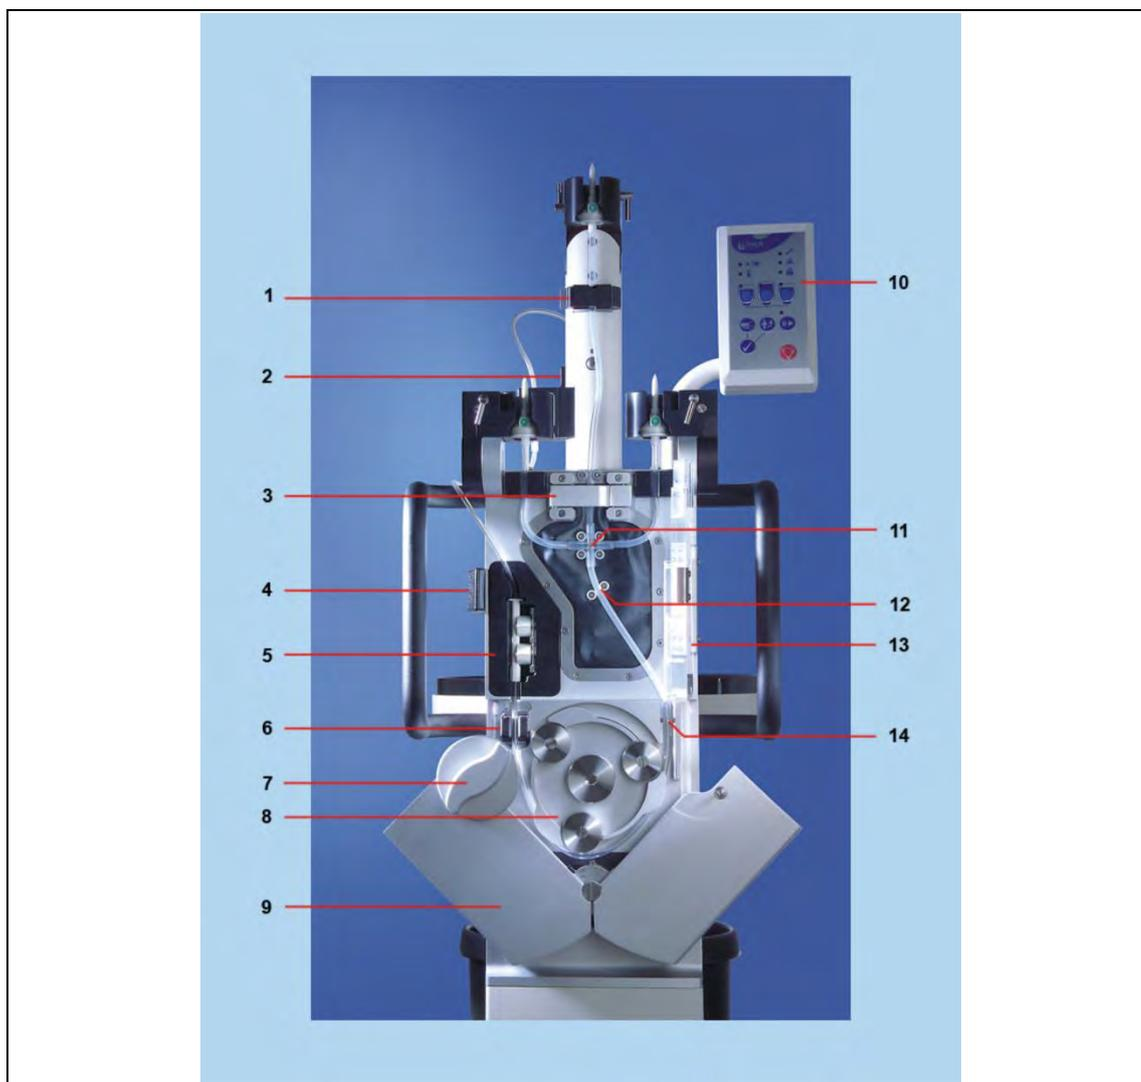
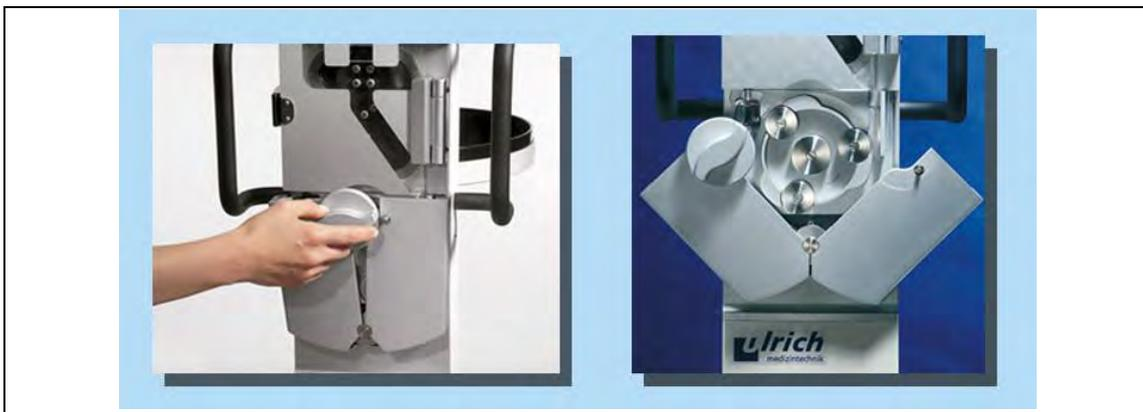
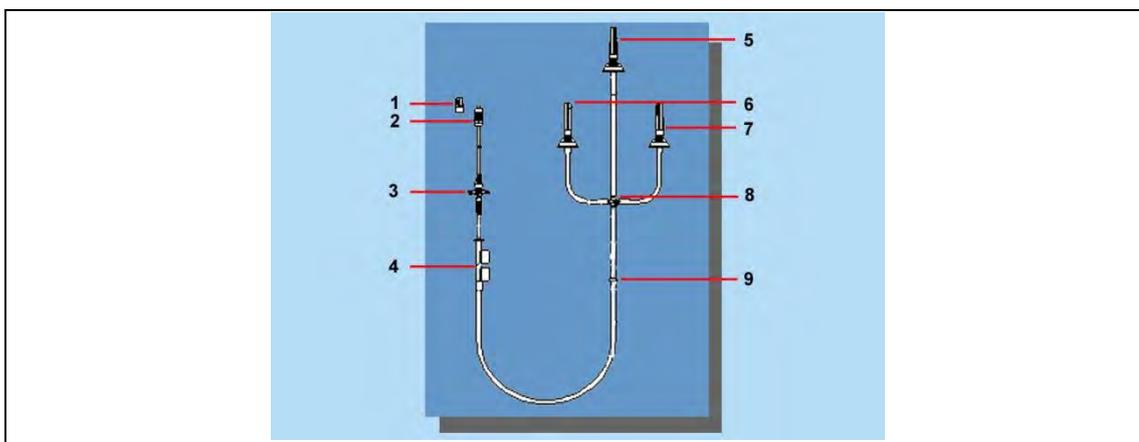
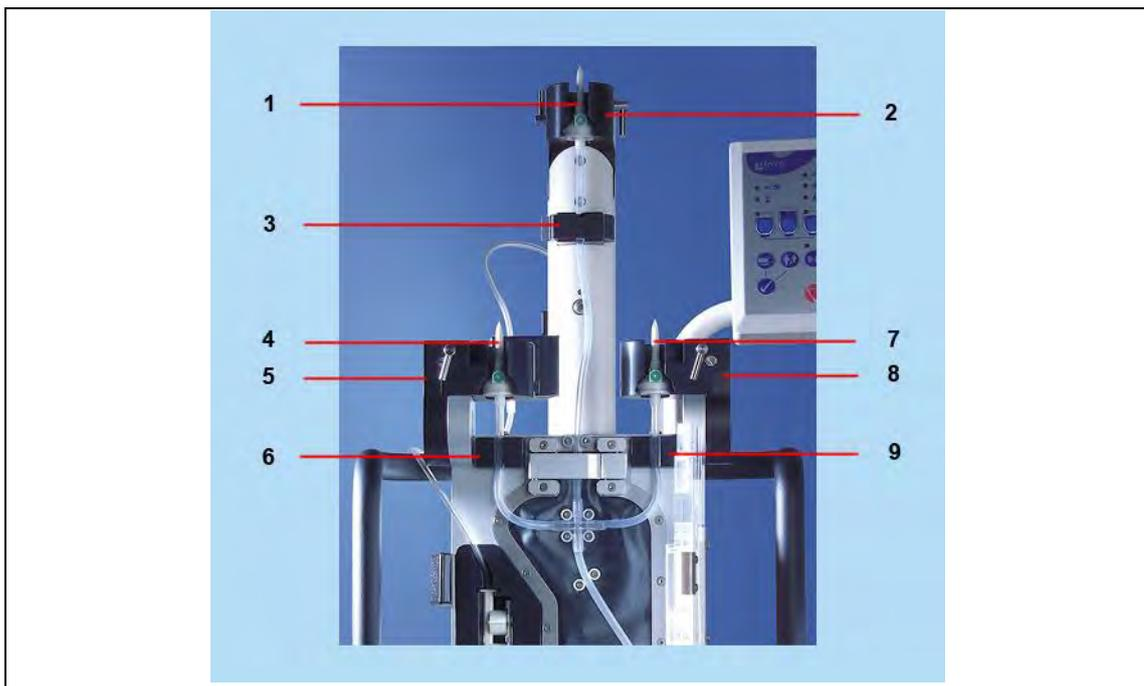

Рис. 6: Обозначение деталей
Рис. 7: Открытие заслонки насоса
Рис. 8: Трубка насоса
Рис. 9: Держатель флакона и датчики
1. Замок дверцы клапана (см. Рис. 6, стр. 28, № 4) вытянуть наружу, открыть дверцу клапана (см. Рис. 6, стр. 28, № 13).
3. Поворотный замок (см. Рис. 6, стр. 28, № 7) повернуть против часовой стрелки и откинуть обе створки заслонки наружу (см. Рис. 7, стр. 29).
4. Вручную вращать колесо насоса, пока один из роликов не встанет в положение "около 6 часов" (приблизительно самое низкое положение) (см. Рис. 7, стр. 29).
5. Открыть крышку датчика NaCl (см. Рис. 6, стр. 28, № 1).
6. Открыть шарнир NaCl (см. Рис. 6, стр. 28, № 3) нажатием на пружинную крышку (справа).
7. Извлечь трубку насоса (см. Рис. 8, стр. 30) из стерильной одноразовой упаковки. Защитные колпачки пока не снимать в целях сохранения стерильности.
9. Среднюю протыкающую иглу для NaCl (см. Рис. 9, стр. 31, № 1) с защитным колпачком вставить в держатель флакона NaCl (см. Рис. 9, стр. 31, № 2).
10. Вложить порт NaCl в сухой датчик NaCl (см. Рис. 9, стр. 31, № 3).
11. Закрыть крышку датчика NaCl (см. Рис. 9, стр. 31, № 3) и закрыть шарнир NaCl (см. Рис. 6, стр. 28, № 3) с находящейся внутри трубкой.
12. Крестовину трубки насоса (см. Рис. 8, стр. 30, № 8) вложить в держатель (см. Рис. 6, стр. 28, № 11).
13. Вложить левую и правую протыкающие иглы для KB (см. Рис. 9, стр. 31, № 4 и 7) с защитным колпачком в держатель флакона KB1 (см. Рис. 9, стр. 31, № 5) и KB2 (см. Рис. 9, стр. 31, № 8), при этом выровнять фильтр вентиляции (цветная точка) у протыкающих игл по направлению вперёд.
14. Оба порта KB (см. Рис. 9, стр. 31, 6-8 и 7-8) вложить с геометрическим замыканием в сухие ультразвуковые датчики KB1 (см. Рис. 9, стр. 31, № 6) и KB2 (см. Рис. 9, стр. 31, № 7).
- Вложить трубку под крестовиной в направляющую (см. Рис. 9, стр. 31, № 12).
16. Вначале вложить систему измерения давления (см. Рис. 8, стр. 30, № 4) с геометрическим замыканием в напорную камеру (см. Рис. 6, стр. 28, № 5), затем вдавить трубку насоса в расположенный ниже воздухоуловитель (см. Рис. 6, стр. 28, № 6).
17. Закрыть дверцу клапана (см. Рис. 6, стр. 28, № 13).
18. Закрыть заслонку насоса (см. Рис. 6, стр. 28, № 9).
19. Поворотный замок (см. Рис. 6, стр. 28, № 7) после фиксации ещё раз подтянуть по часовой стрелке (положение должны быть горизонтальным).
1. Снять защитный колпачок с трубки насоса (см. Рис. 7, стр. 29, № 1).